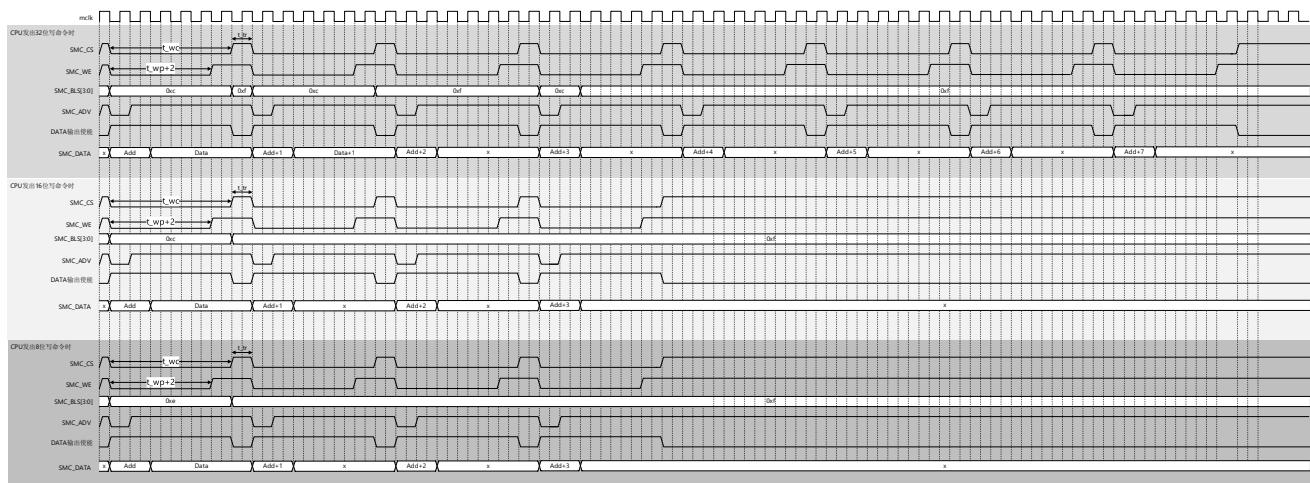

图 40-18 地址数据线复用单次写动作基本时序（异步方式（WSYN=0）&16 位位宽（MW=01））
d) 表 40-10 和图 40-18 是地址数据线复用的单次写动作的基本时序图和设定例。